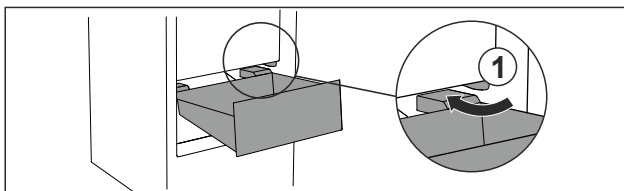

Fig. 22
- ▶ Far passare il cassetto intorno ai fermi Fig. 22 (1) inclinandolo.